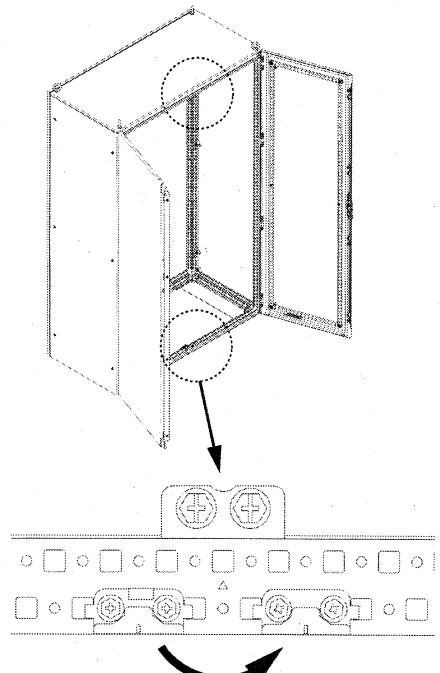

図12 連動フック受金具
6. 上部および下部連動フック受金具を右へ穴3つ分ずらした位置に付替えてください。（図12）